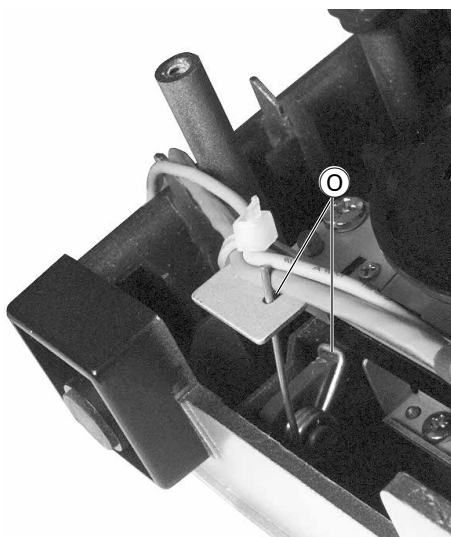

Fig. 13
- Beim Einbau darauf achten, dass die Cassettentürfeder **O** (Fig. 13) korrekt eingehängt ist und der Cassettentürhalter **28** die in Fig. 14 gezeigte Position hat.